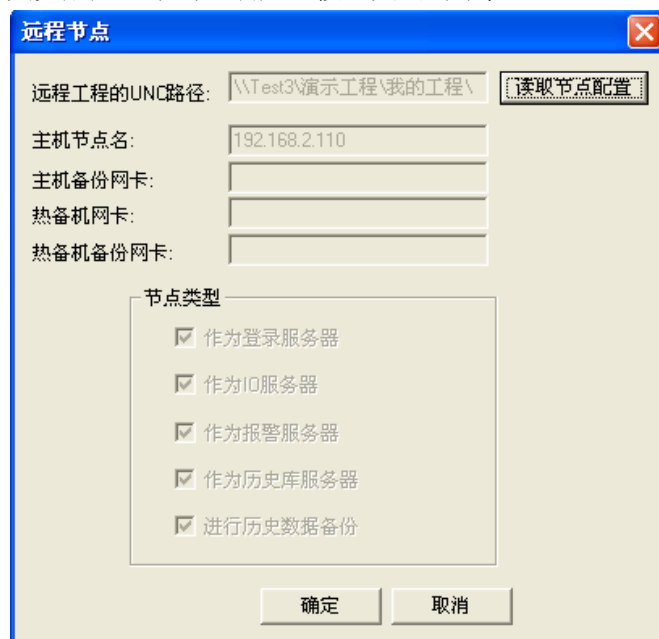

图 12-10
4、单击远程节点对话框中的“读取节点配置”按钮，在弹出的对话框中选择网上邻居中刚刚建好的工程目录，选择“确定”。该远程站点的信息会被全部读出来，并自动添加到远程节点对话框中，如图 12-10 所示。定义完成后，单击“确定”按钮关闭对话框。